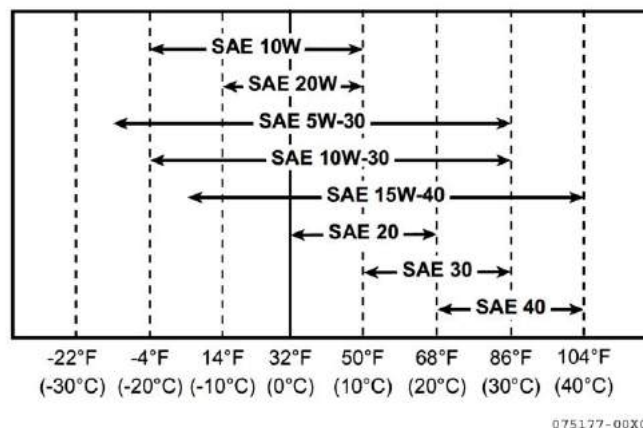

Рисунок 26
- Выбор вязкости масла производится на основании температуры воздуха района, в котором эксплуатируется двигатель. Смотри таблицу классификации масел по вязкости SAE на рис. 26.